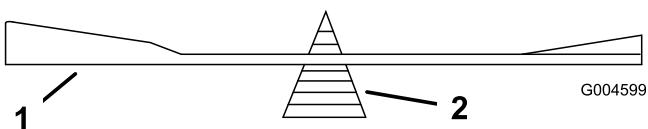

Figura 38
2. Controllate l'equilibrio della lama posizionandola su un bilanciatore (Figura 38). Se la lama rimane in posizione orizzontale, è bilanciata e può essere utilizzata. Se la lama non è bilanciata, limate un po' di metallo sul retro della stessa. Ripetete l'operazione finché la lama non è perfettamente bilanciata.